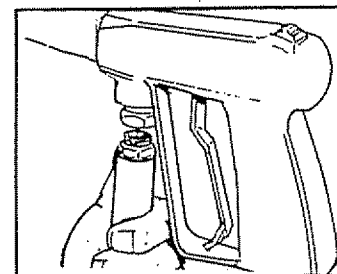

FIG. 3
- Desenrolle la manguera de alta presión y conéctela al conjunto de la pistola y el dispositivo de riego (Fig. 3). Es posible que quiera dar vueltas a la pistola o a la manguera para apretar la conexión.